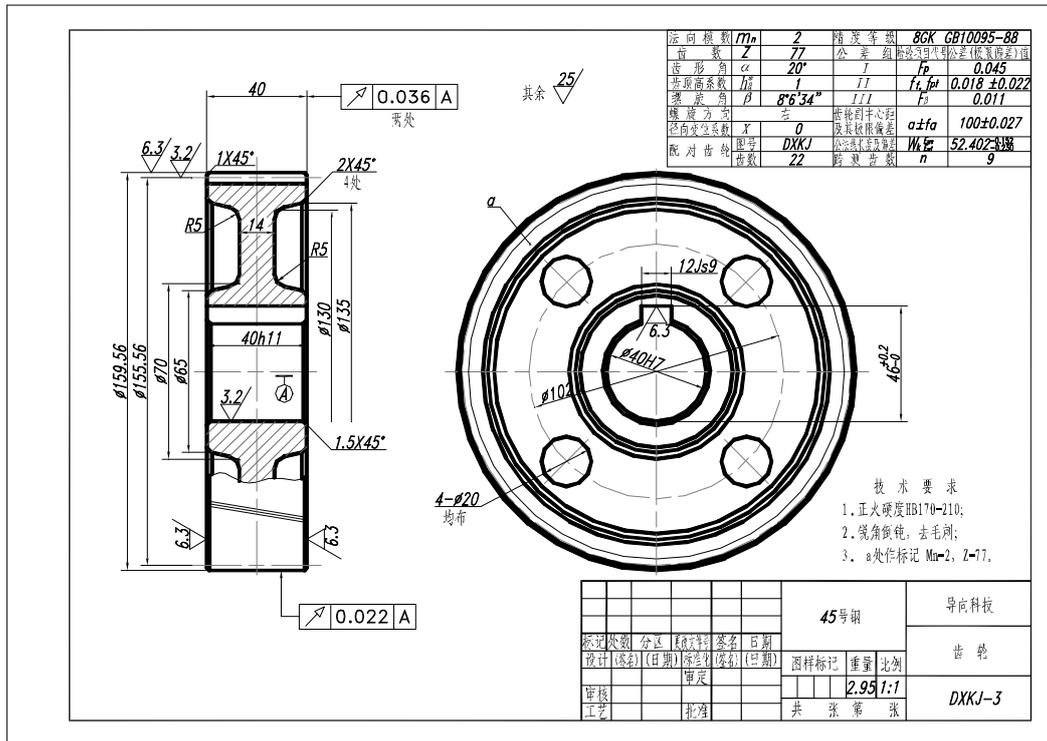

图 7-46 圆柱齿轮零件图
3. 标注如图 7-46 所示的圆柱齿轮零件图，并按要求填写标题栏、明细表和说明文字。